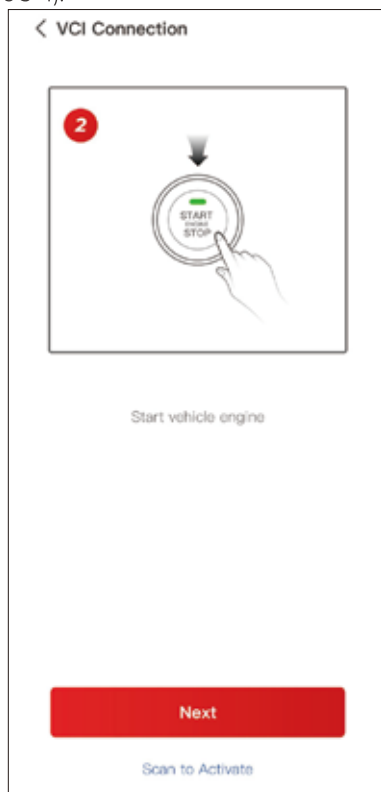

Figure 3-5
- ③ Assurez-vous que la LED de l'appareil est allumée en vert en continu, et recherchez le Bluetooth. Une fois la connexion établie, la LED de l'appareil s'allume en bleu en continu (voir figure 3-5).